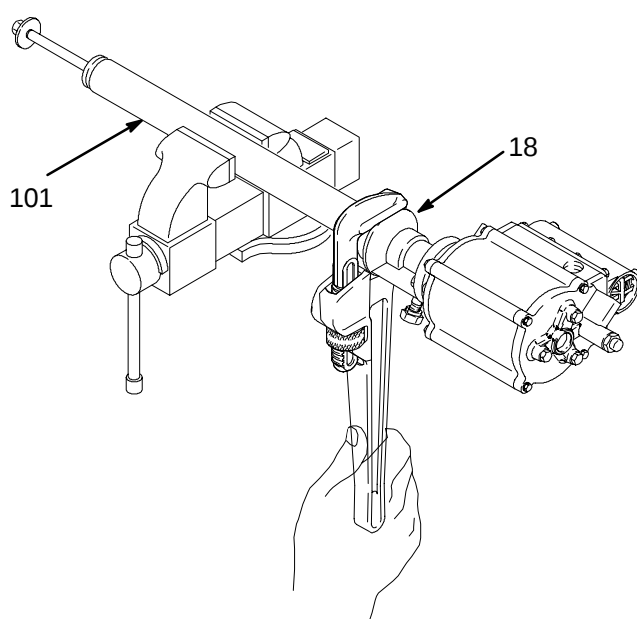

Fig. 6
3. Coloque la bomba en un torno de banco con mordazas flexibles, con las mordazas en el cilindro (101). Desenrosque el cilindro de admisión (110) del cilindro de la bomba (101). Vea la Fig. 6.
3. Utilice una llave para tubos en la parte inferior del alojamiento de salida (18) para poder apretar firmemente el motor (1) al cilindro (101). Vea la Fig. 6.